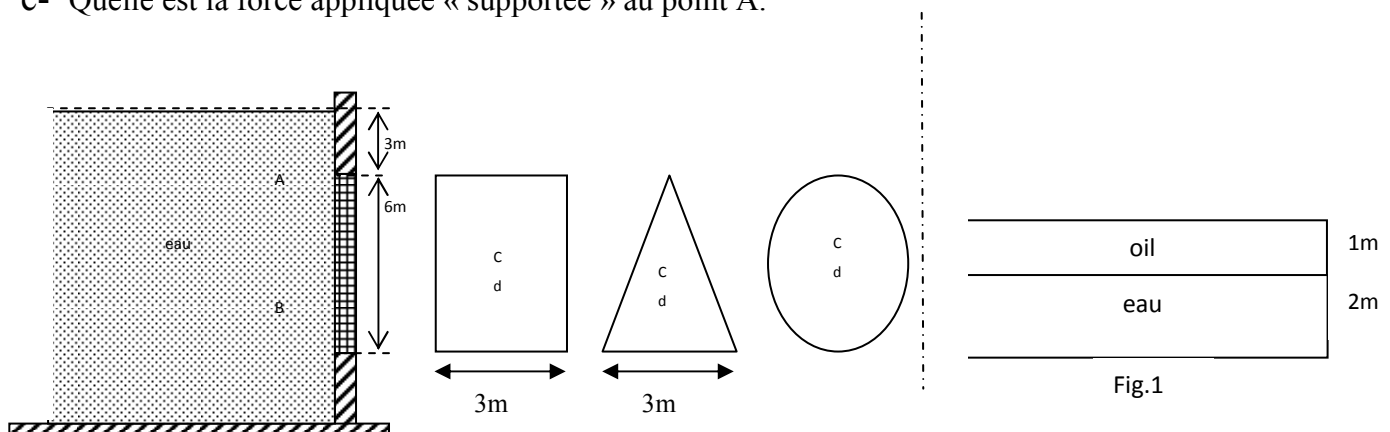

Fig. 2
- a- Calculer la force résultante due à l'action de l'eau sur la surface AB **(1) rectangulaire**, **(2) triangulaire** et **(3) circulaire** de 6m de hauteur représentée dans la fig.2. Trouver son centre de poussée.